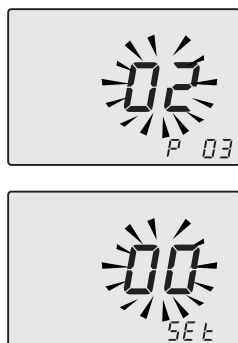

Figura 5.43
- En el display se alternan los mensajes **P03 -SEt** (Figura 5.43).